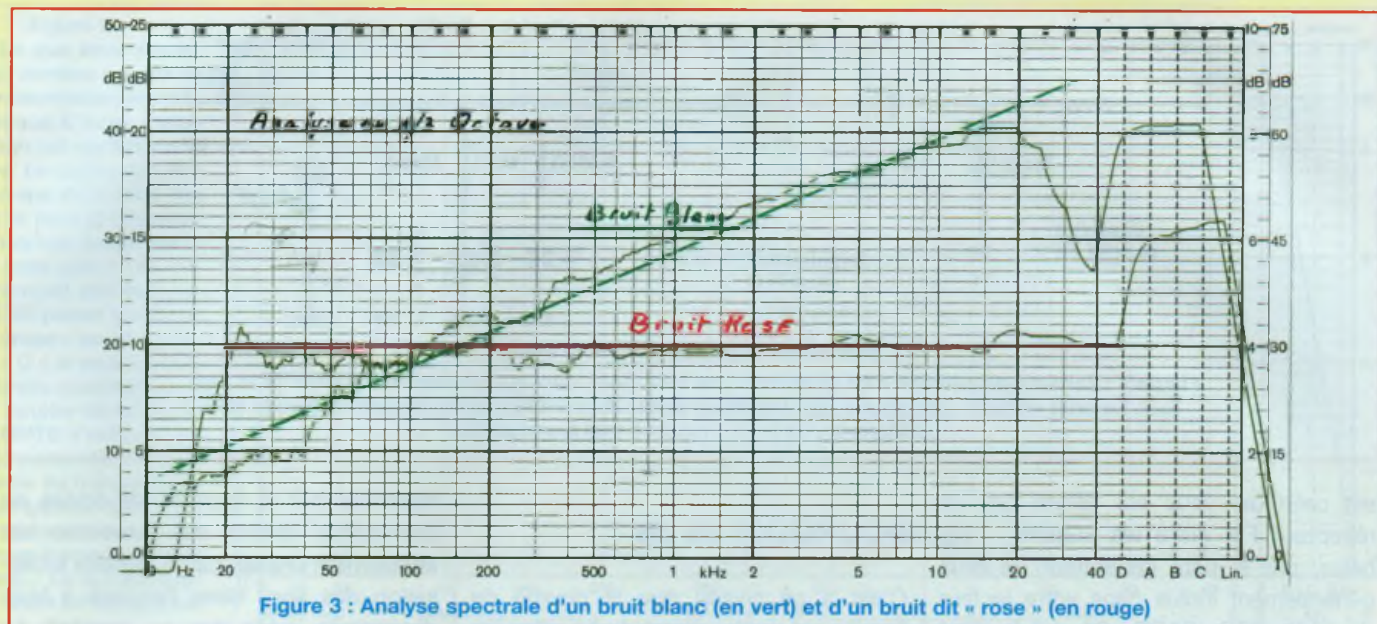

Figure 3 : Analyse spectrale d'un bruit blanc (en vert) et d'un bruit dit « rose » (en rouge)
**Les cinq enceintes doivent impérativement délivrer le même niveau de pression acoustique** sur la totalité du spectre audible. Pour ce faire, il vous faut un générateur de bruit rose qui va vous délivrer un signal contenant la totalité des fréquences perceptibles par l'oreille humaine à **un niveau d'énergie identique** des basses aux hautes fréquences, contrairement au bruit blanc qui accuse une remontée de 3 dB par octave de 20 Hz à 20 kHz (**figure 3**). Le bruit blanc